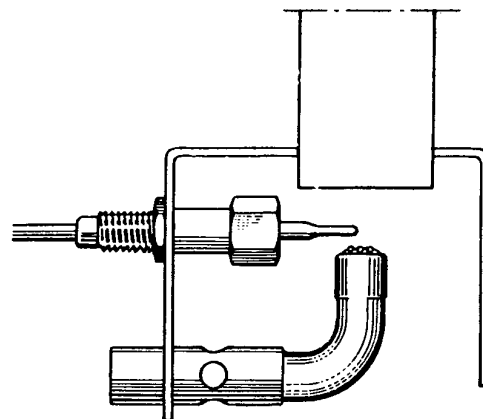

Fig. 29
27. THE BURNER TYPE "E" (see fig. 29)